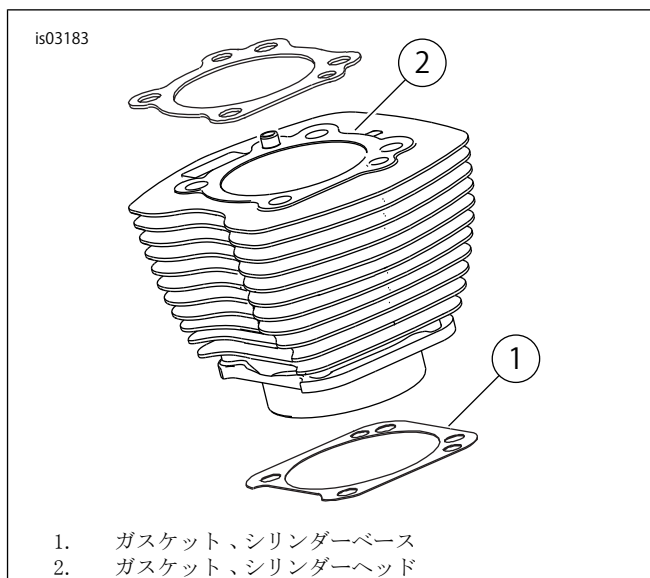

図1. シリンダーガスケット
- ・ 「図1」を参照。103.1 mm (4 in) シリンダーベースガスケット(1)とシリンダーヘッドガスケット(2)を使用すれば、Oリングが不要になります。シリンダーダボまたはシリンダースピゴットにはOリングを使用しないでください。